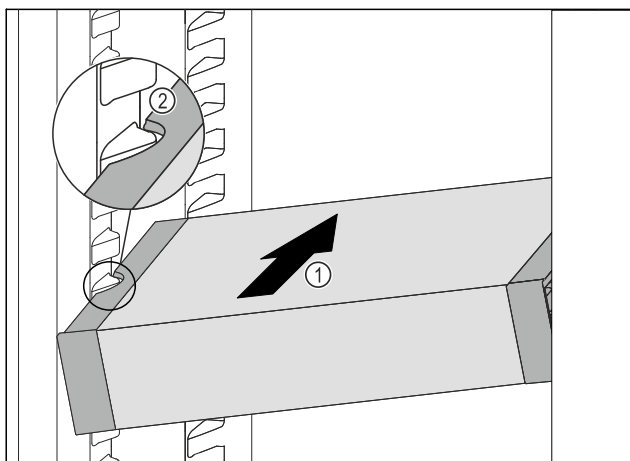

Fig. 56
- ▶ VarioSafe skjuts in snett i kyldelen Fig. 56 (1), tills sidofördjupningarna Fig. 56 (2) hos VarioSafe är i samma nivå som behållarlisterna i kyldelen.